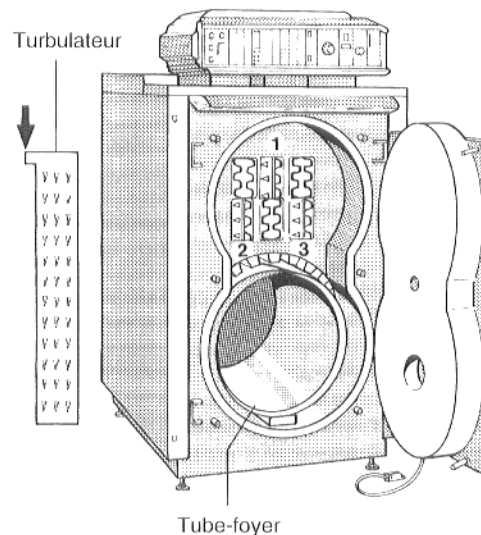

Fig. 18
- Vérifier que le tube-foyer est introduit jusqu'en butée dans la chambre de combustion (fig. 18 + 19).
- Vérifier que les turbulateurs correspondant au modèle de la chaudière sont en place (fig. 18). Pour les modèles de chaudières 95 et 145, n'équiper que les compartiments 1, 2 et 3 (fig. 18). La butée doit se trouver en bas (flèche - fig. 18).
- Replace le tube-foyer, butée vers le bas, dans la chambre de combustion (fig. 18 + 19).
Pour les modèles de chaudière 95 et 145, équiper uniquement les compartiments 1, 2 et 3 (fig. 18).
La butée doit se trouver en bas (flèche - fig. 18).